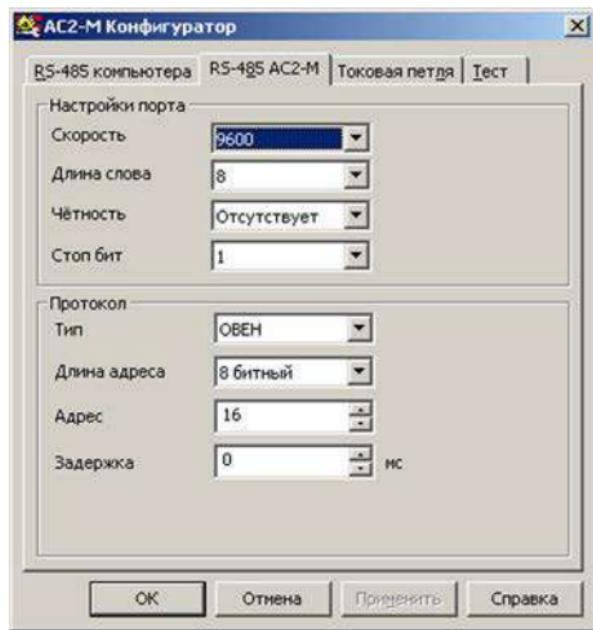

Рисунок 9.3 – Конфигуратор АС2-М.
9.6 Вкладка «**RS-485 AC2-M**» (рисунок 9.3) служит для задания значений сетевых параметров преобразователя для функционирования в конкретной сети. Сетевые параметры преобразователя сохраняются в его энергонезависимой памяти.